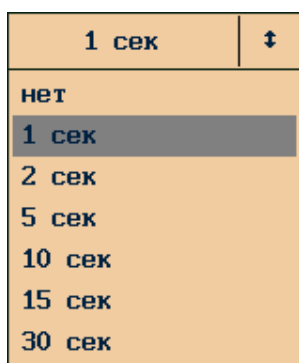

Рисунок 24 – Всплывающий список
6.1.2 Всплывающий список – элемент позволяющий выбрать один вариант из нескольких предложенных, рисунок 24